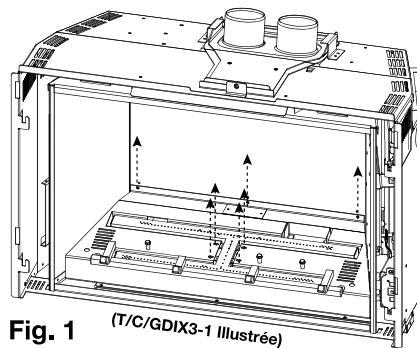

Fig. 1 (T/C/GDIX3-1 Illustrée)
- 2. Retirez les 7 vis servant à fixer la couverture de bûche en place. Soulevez la couverture puis la retirez (Fig. 1).